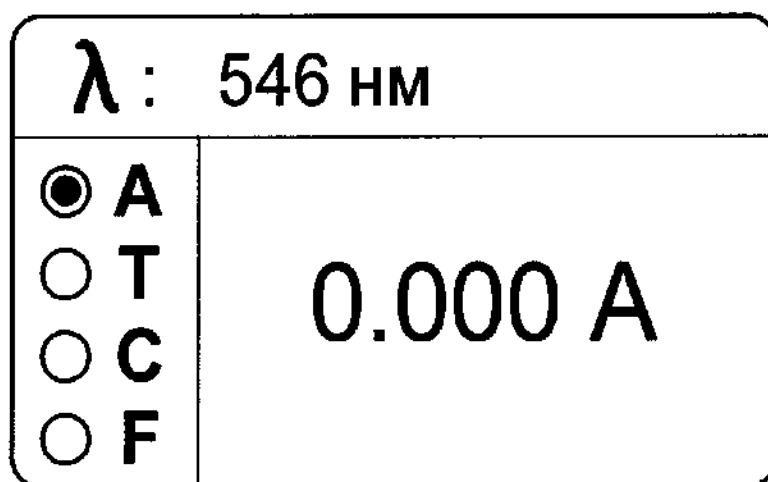

Рисунок 4 – Измерение оптической плотности.
1. Нажимая кнопку выбора режима **РЕЖИМ**, выберите режим работы **А** – измерение оптической плотности (рис. 4).